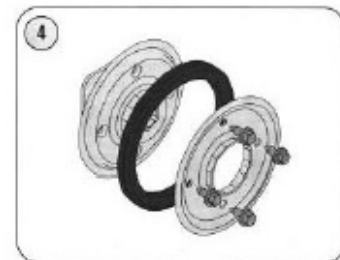

Figure 27
1) Retirez les quatre vis qui fixent ensemble les plaques latérales de la roue de friction. Voir la figure 27.